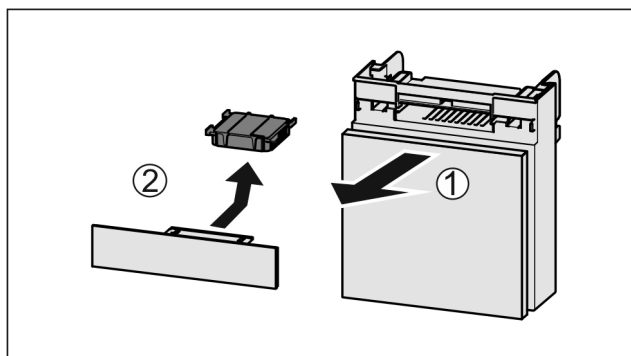

Fig. 127
- ▶ Dra ut *Fig. 127 (1)* lådan framåt.
- ▶ Ta ut *Fig. 127 (2)* aktivtkolfiltert.